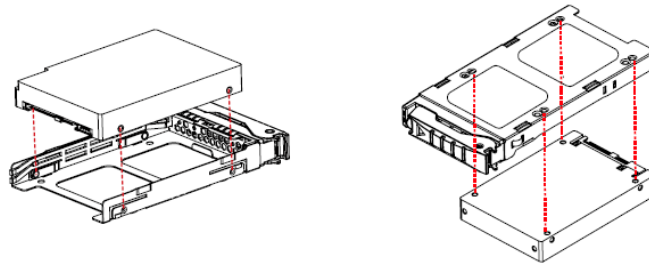

Рисунок 22 – Установка накопителя в каретку 2,5”
- Вставьте накопитель в каретку. Убедитесь, что углубления каретки состыкуются с накопителем. Для дополнительной проверки затяните винты на каретке, чтобы закрепить накопитель (см. Рисунок 22).